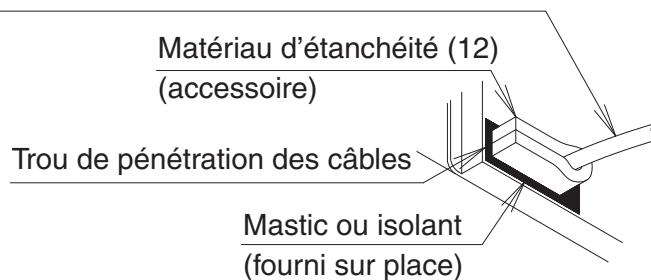

Fig. 19
- Après avoir connecté les câbles, assurez-vous de coller le matériel d'étanchéité (12) au trou de câblage pénétrante. **(Reportez-vous à la Fig. 19)**